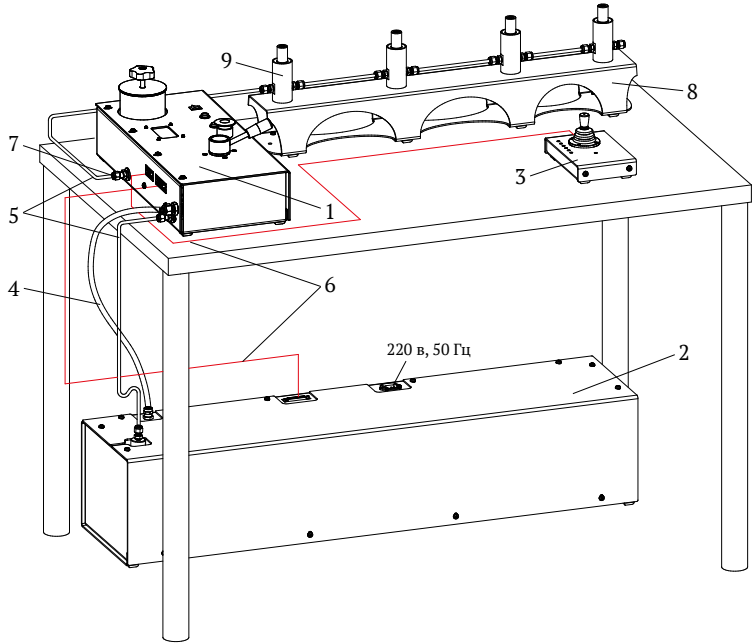

Рис. 1. Внешний вид системы:
### 4.1 Внешний вид системы показан на рис. 1.
4.6 ГСКА состоит из четырех основных частей — пульта управления 1 (Рис. 1), силового блока 2, джойстика 3 и коллектора 8. Эти блоки соединены между собой: трубопроводом низкого давления 4, трубопроводами высокого давления 5 и двумя информационными кабелями 6. Подключение внешних устройств и коллектора осуществляется с помощью фитинга 7. Данная конструкция обусловлена удобством ее размещения на рабочем месте. Силовой блок, как правило размещается на полу, под столом, а пульт управления, джойстик и коллектор на столе.